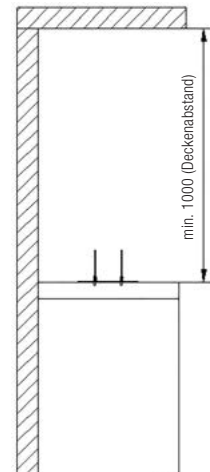
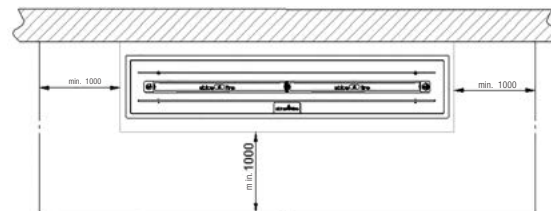

Abb. 19 Mindestabstand Deckel
Abb. 20 Mindestabstände zu brennbaren Bauteilen
- Zu seitlichen brennbaren Bauteilen, Möbeln, Dekorationen oder Vorhängen ist ein Mindestabstand von 1000 mm (siehe Abb. 20) einzuhalten, um ausreichend Wärmeschutz zu gewährleisten! Oberhalb des ebensfire-Möbel, bis zur Zimmerdecke (Deckenabstand >1000 mm), dürfen sich keine Gegenstände befinden (siehe Abb. 19)!